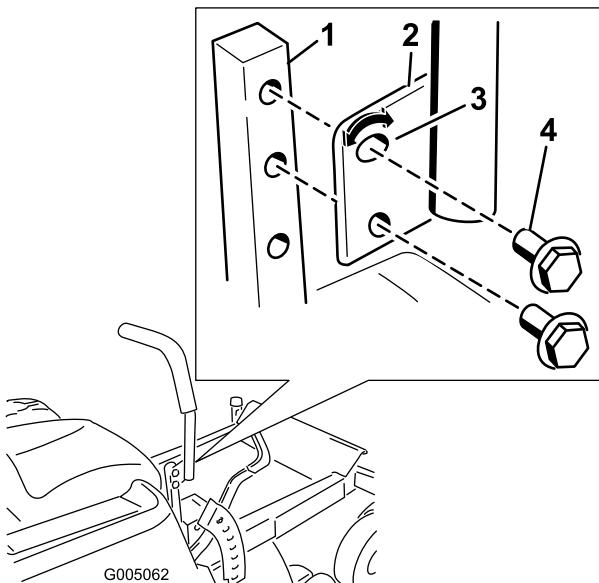

Figura 19
1. Togliete i due bulloni che fissano la leva di comando all'albero del braccio di controllo (Figura 19).
2. Spostate la leva di comando nella serie di fori successiva. Fissate la leva con i due bulloni (Figura 19)
2. Allentate il bullone inferiore appena a sufficienza per ruotare la leva di controllo in avanti o all'indietro (Figura 19). Serrate entrambi i bulloni per fissare il controllo nella nuova posizione.